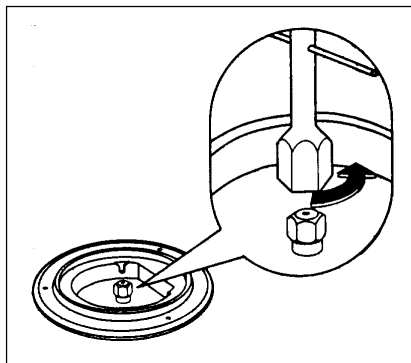

Рис. 2
- С помощью торцевого ключа 7 отвинтите инжекторы (рис. 2) и замените их соответствующими типу используемого газа (см. табл. Газовые горелки на стр. 12)